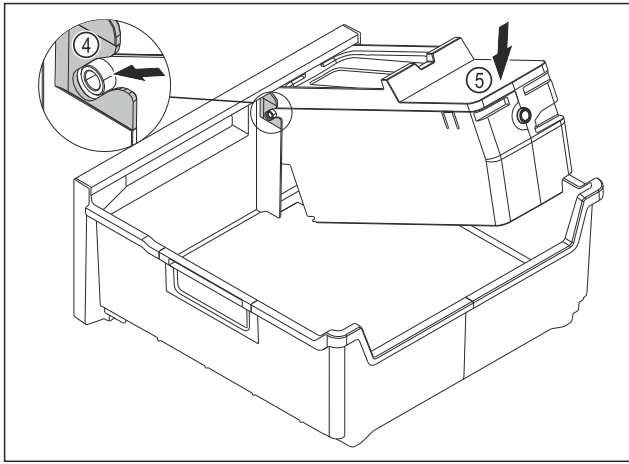

Fig. 116
- ▶ Montirajte glavni del EasyTwist-Ice: Osi glavnega dela EasyTwist-Icepotisnite v vodila Fig. 116 (4).
- ▶ Glavni del EasyTwist-Ice Fig. 116 (5) potisnite zadaj navzdol.